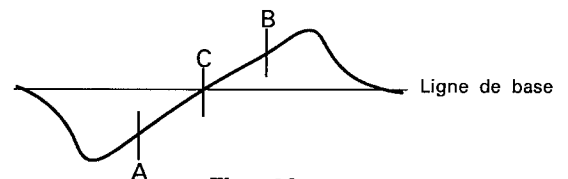

Fig. 10
- Utiliser le noyau de T203 pour former la coubre-S indiquée sur la Fig. 10. Régler la symétrie de A et B au niveau du point C pour la linéarité.